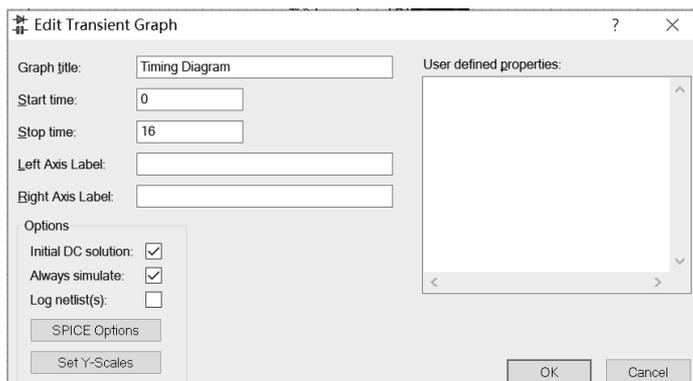

图 1-56 修改图表参数
(2) 单击左侧图标，选择图表仿真的种类。选择数字波形(DIGITAL)或数字模拟混合波形(MIXED)。在绘图区合适的空白位置单击鼠标左键拖出一个长方形图表区域，再次单击左键确定。在绘图区分别选中四个电压探针名字，再次单击把它拖曳到图表中，发现图表中多了四条白色的横线，此时可观察纵横向坐标。如果想删除图表中多余的电压探针，可选中探针名称，从右键菜单中选择删除。
(3) 双击图表中最上边的红色区域，把标题更改为“Timing Diagram”(时序图)，把停止时间改为 16(秒)。因为时钟 CLOCK 默认为 1 秒周期，所以计满一个循环(16 个周期)共 16 秒，如图 1-56 所示。